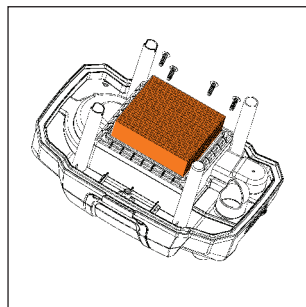

Рис. 22
- Для модели DAVC 1012Li открутите четыре винта и извлеките HEPA-фильтр (Рис. 22).